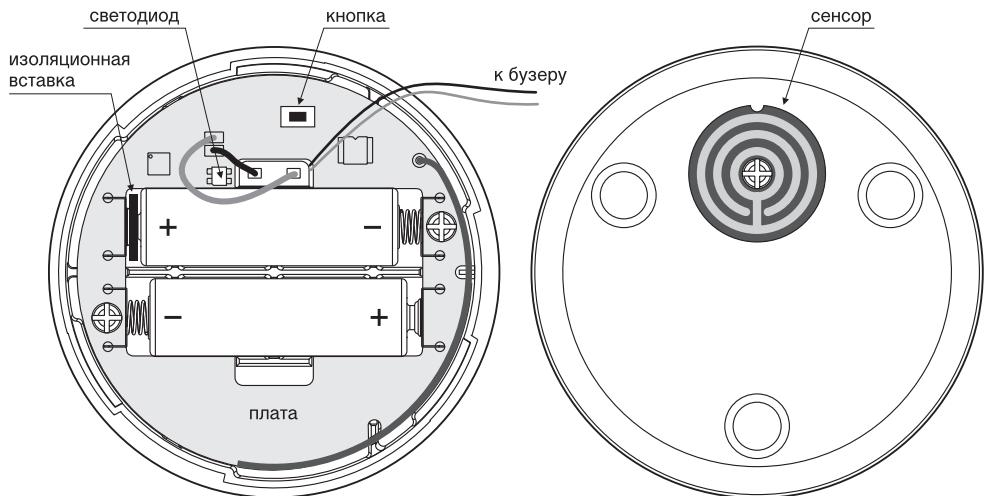

Рис.1
3. Нажмите кнопку платы датчика протечки (см. рис. 1) и удерживайте её не менее 3-х секунд, затем отпустите.